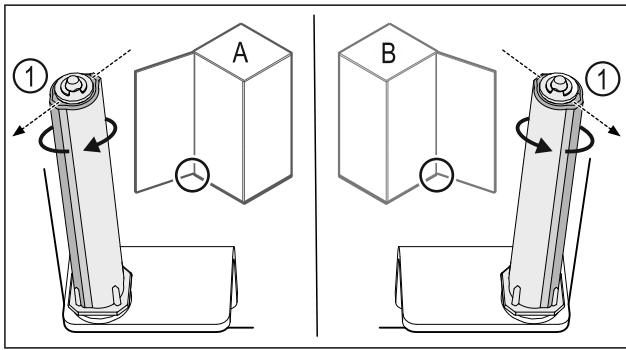

Fig. 54 Butée à gauche (A) / butée à droite (B)
- ▶ Tourner le système de fermeture contre la résistance jusqu'à ce que son arête Fig. 54 (1) pointe vers l'extérieur.